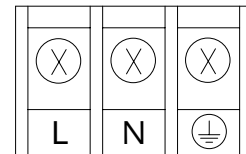

図 4.2 電源の配線
- 2) 図 4.2 に従い電源電線を接続します。保護接地は端子 \oplus に接続します。電源の非接地側は端子 L に接続します。電源の接地側は端子 N に接続します。